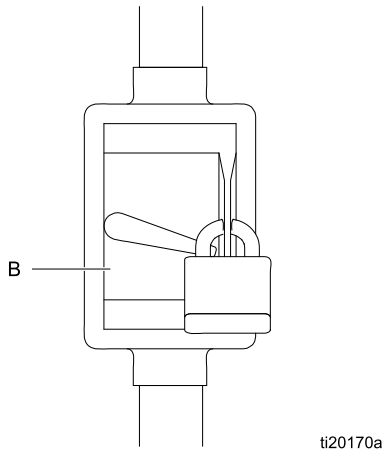

Figure 2 Interruptor de desconexión
1. Asegúrese de que el interruptor de desconexión (B, Fig. 2) se encuentre apagado y cerrado con un seguro.